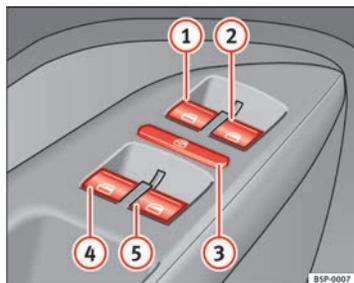

Fig. 69 Detalle de la puerta del conductor: mandos para las ventanillas delanteras y traseras
Las teclas → fig. 69 ① y ② tienen dos posiciones para la apertura de las ventanillas y otras dos para el cierre. De este modo es más fácil controlar las operaciones de apertura y cierre.